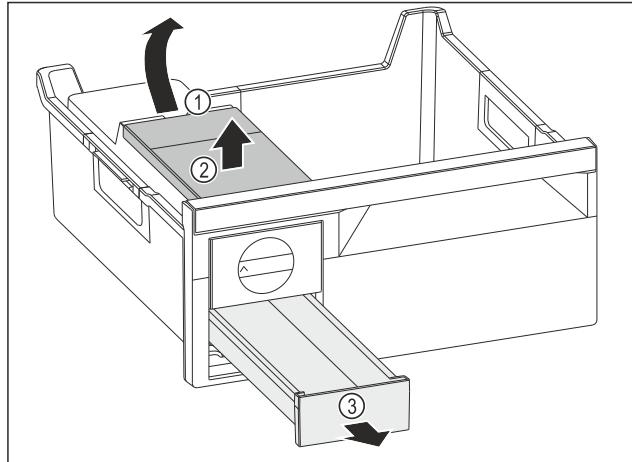

Fig. 140
- Odstranjevanje rezervoarja za vodo: Dvignite rezervoar za vodo za izrez Fig. 140 (1).
- Rezervoar za vodo Fig. 140 (2) dvignite in odstranite.
- Predal za ledene kocke Fig. 140 (3) povlecite naprej in odstranite.